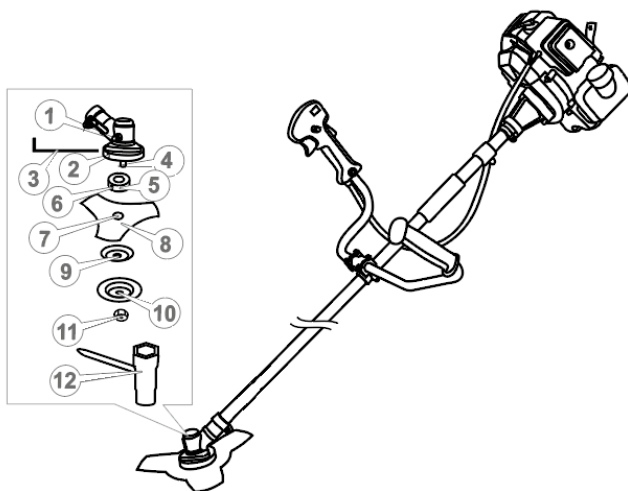
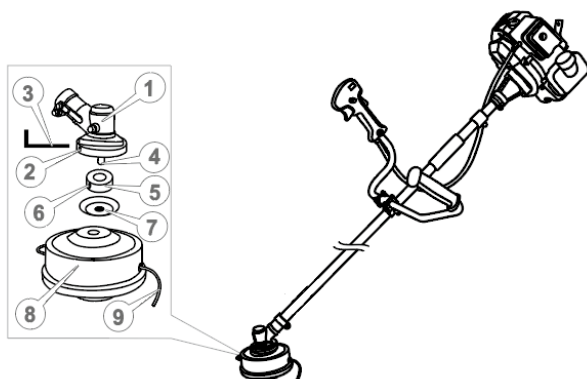

Рисунок 4. Схема встановлення різального ножа.
Рисунок 5. Схема встановлення різальної головки із жилкою.
- вставити шестигранний ключ (3, рис. 4) або викрутку в стопорний отвір (2, рис. 4) редуктора, фіксуючи таким чином вал від провертань;
- відкрити за допомогою накидного ключа (12, рис. 4) верхню фіксуючу гайку лівої нарізки (11, рис. 4), зняти її, після чого зняти захисну кришку тарілчастої форми (10, рис. 4) та шайбу тарілчастої форми (9, рис. 4), залишаючи на шпинделі (4, рис. 4) приводну шайбу-перехідник (5, рис. 4);
- поверх приводної шайби вкласти різальний ніж (8, рис. 4) таким чином, щоб посадковий уступ приводної шайби (5, рис. 4) увійшов у посадковий отвір ножа (7, рис. 4);
- поверх ножа почергово встановити на шпindel редуктора шайбу тарілчасту (9, рис. 4), захисну кришку (10, рис. 4) і надійно закріпити гайкою лівої нарізки (11, рис. 4) за допомогою накидного ключа (12, рис. 4);
- витягнути ключ (3, рис. 4) із стопорного отвору (2, рис. 4) редуктора (1, рис. 4).
Фіксуюча гайка (11, рис. 4) має ліву нарізку.
- вставити шестигранний ключ (3, рис. 5) або викрутку в стопорний отвір (2, рис. 5) редуктора, фіксуючи таким способом вал від провертань;
- відкрити за допомогою накидного ключа (12, рис. 4) верхню фіксуючу гайку лівої нарізки (11, рис. 4), зняти її, після чого зняти захисну кришку (10, рис. 4), залишаючи на шпинделі (4, рис. 5) приводну шайбу (5, рис. 5) та шайбу тарілчастої форми (7, рис. 5);
- поверх шайби тарілчастої форми накрутити різальну головку із жилкою (8, 9, рис. 5);
- витягнути шестигранний ключ (3, рис. 5) або викрутку із стопорного отвору (2, рис. 5) редуктора (1, рис. 5).